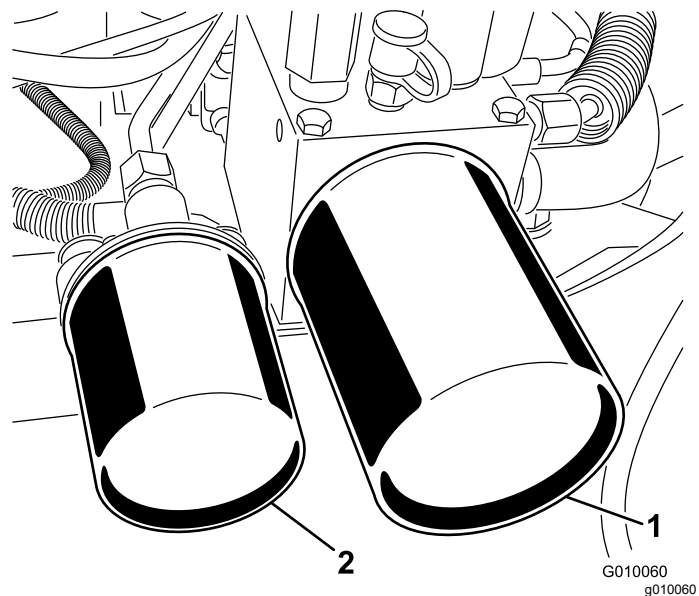

Figure 63
2. Placez un bac de vidange sous le filtre, retirez les filtres usagés et essuyez la surface du joint des adaptateurs (Figure 63).